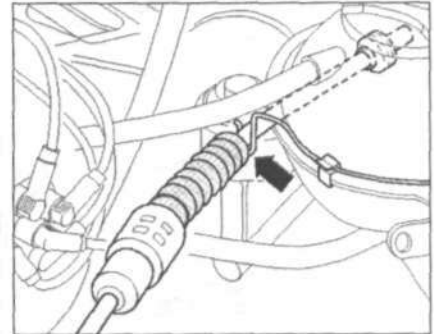

Рис. 8.12. Отцепите трос привода сцепления от фиксатора (стрелка).
15. Отцепите трос привода сцепления от фиксатора (**стрелка**) (рис. 8.12).